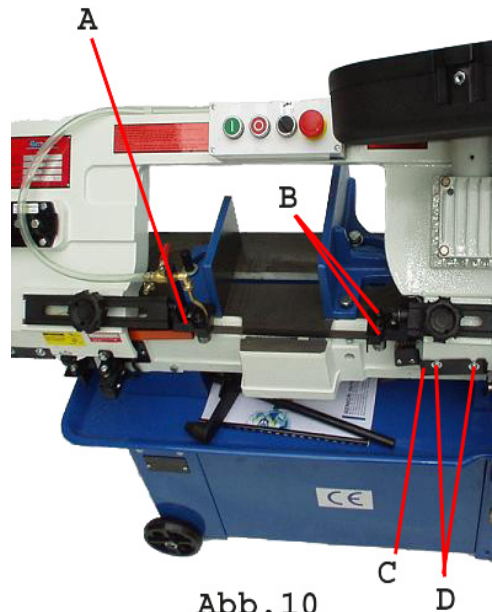

Abb. 10
3. Die rote Schutzhaube (A, Abb. 10) entfernen; hierzu erst die zwei Schrauben (B) lockern.